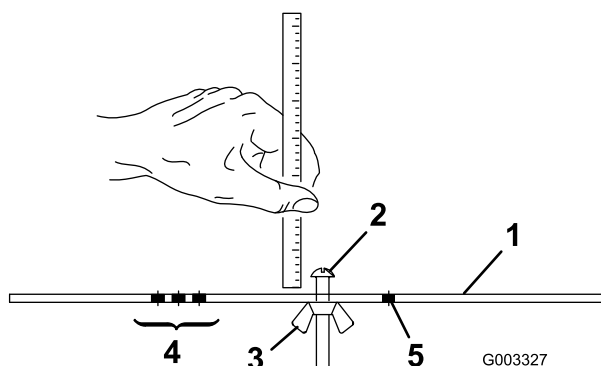

図 20
2. ゲージバー 図 20 のナットをゆるめ、調整ねじを希望の刈り高に合わせるねじの頭の下からバーの表面までの距離が刈り高となる。